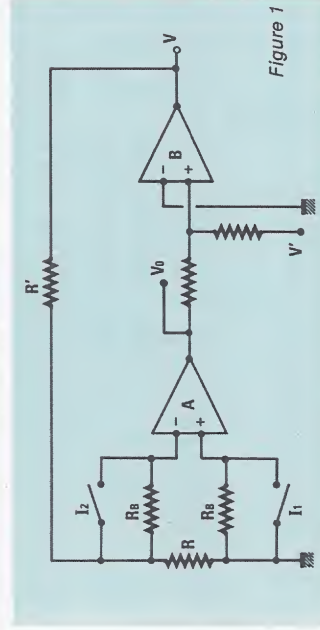

Figure 1
La figure 1 montre le dispositif adopté. L'interrupteur I_1 est ouvert et l'interrupteur I_2 fermé ($V' = 0$). La tension aux bornes de R dans ces conditions est égale à V_R : $V_R = E_{os} - R_B I_{B1}$ d'où : $V = V_R \cdot \frac{R + R'}{R} \approx V_R \cdot \frac{R'}{R}$ (1)